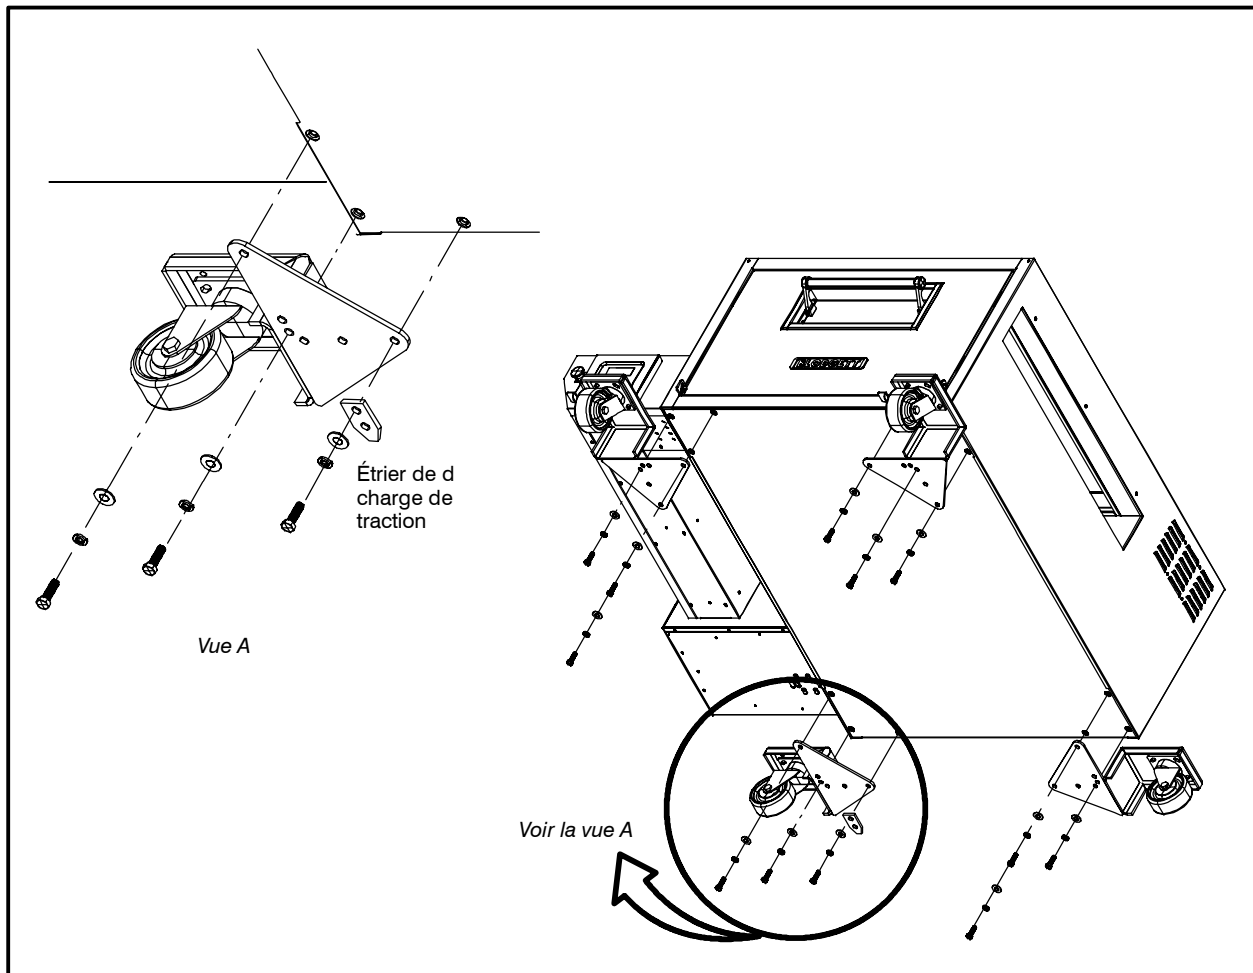

Figure 5
1. Fixez les roulettes au four au moyen des vis d'assemblages de 3/8-16 x 0,125, des rondelles d'arrêt et des rondelles. La Figure 5 montre l'orientation appropriée des roulettes. Pour les modèles au gaz, attachez l'étrier de retenue au pied gauche arrière, comme le montre la Figure 5.